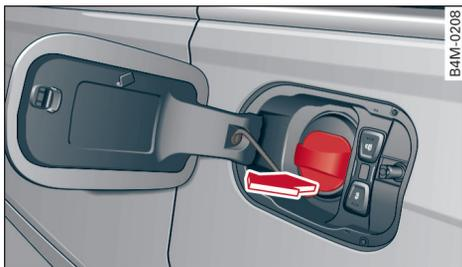

图 153 汽车后左侧: 充电接口封盖
- ▶ 按下充电接口上的锁止机构  $\rightarrow$  图 153。
- ▶ 将汽车充电插头 **E**  $\rightarrow$  97 页, 图 144 插入汽车充电接口  $\rightarrow$  图 153。如果未设置任何充电定时器, 则充电过程自动启动。
- ▶ 将锁止机构重新插到充电接口上 ⇨ 100 页，图 153。